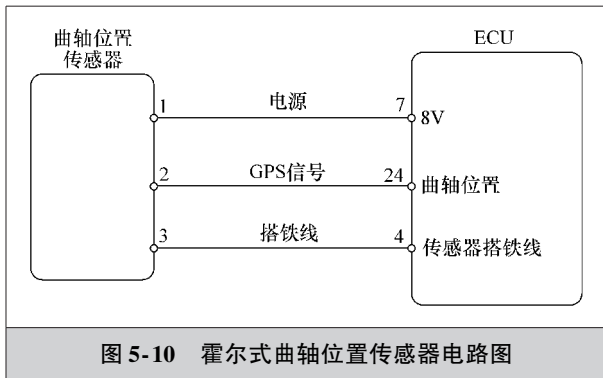

图 5-10 霍尔式曲轴位置传感器电路图
(3) 霍尔式曲轴位置传感器的检测 如图 5-10 所示，以北京切诺基的霍尔式曲轴位置传感器电路为例来说明其检测方法。